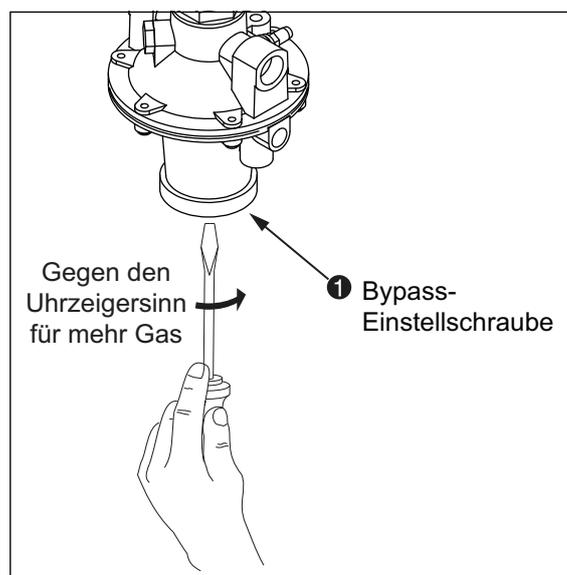

Abbildung 4.20. Verhältnisregler
4. Falls erforderlich ist die Vorspannschraube des Verhältnisreglers gemäß Abb. 4.20 einzustellen, um die entsprechende Flamme für Kleinlast zu erhalten. Sollte die Flamme nicht zu sehen sein, stellen Sie die Vorspannschraube so ein, dass derjenige minimale Gasstrom entsteht, der ein gleichmäßiges, ausreichend starkes Flammendektorsignal generiert.